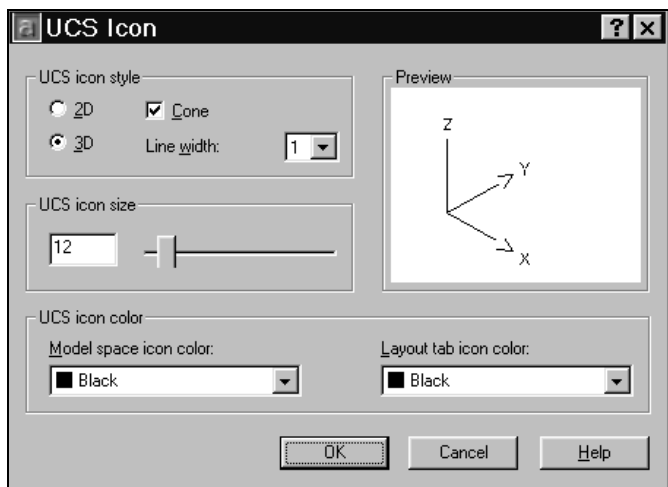

Рис. 1.13. Диалоговое окно **UCS Icon**
Пиктограмма ПСК представляет собой знак (+) в начале координат текущей ПСК, если плоскость XY совпадает с плоскостью экрана монитора. AutoCAD размещает пиктограмму в левом нижнем углу графической зоны и убирает знак (+), если начало координат находится вне границ этой зоны. Пиктограмма видоизменяется в зависимости от ориентации ПСК, причем пиктограмма в виде сломанного карандаша указывает на то, что плоскость XY параллельна направлению взгляда. В AutoCAD 2002 появилась возможность управлять типом изображения и размерами пиктограммы при помощи диалогового окна **UCS Icon** (Знак ПСК) (рис. 1.13).
3. В появившемся диалоговом окне **UCS Icon** (Пиктограмма ПСК) (рис. 1.13) выбрать плоскую или трехмерную пиктограмму ПСК и настроить ее размеры.